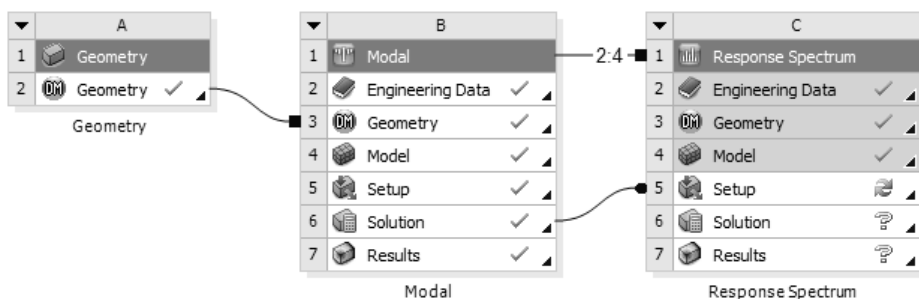

图 8-25 数据共享
Step2：如图 8-25 所示，项目 B 与项目 C 直接实现了数据共享，此时在项目 C 中的 C5 (Setup) 会出现  标识。